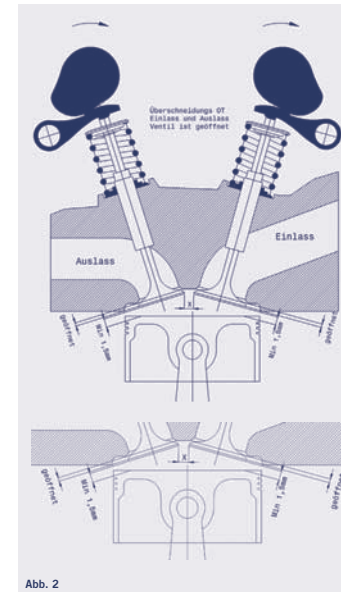

Abb. 2
- Es muss der sich ergebende Überschneidungshub (siehe Bild 2 auf Seite 67) am Einlass- und Auslassventil gemessen werden. Dieser soll mit den Angaben aus unserem Katalog übereinstimmen.
Die Fallhöhe muss min. 1,5 mm größer sein als der gemessene Überschneidungshub (siehe Bild 2) der Nockenwellen. Es muss sichergestellt werden, dass sich bei maximalem Überschneidungshub die Einlass- und Auslassventilteller nicht berühren können (min. 1,5 mm Abstand). Der obere Ventildelteller muss bei max. Ventilhub min 1,5 mm Abstand zum Abstreifkappchen haben.